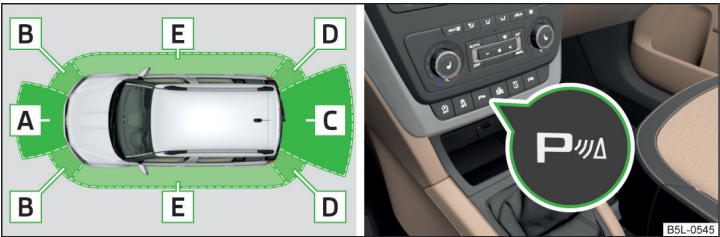

Fig. 130 Áreas y alcance detectados de los sensores / tecla (variante 2, 3)
Depende del equipamiento pueden existir las siguientes variaciones del sistema » fig. 130.
En el caso de los vehículos con dispositivo de enganche para remolque montado de fábrica sólo son activas las zonas **A** y **B** » *fig. 130 del sistema.*
El sistema se activará automáticamente al aplicar la **marcha atrás** o pulsando la tecla de símbolo **P_u** » *fig. 130 de la página 150.* En la tecla se enciende el símbolo **P_u**, la activación se confirma con una breve señal acústica.
- La visualización en pantalla se puede interrumpir accionando la tecla **P** » fig. 130 de la página 150.